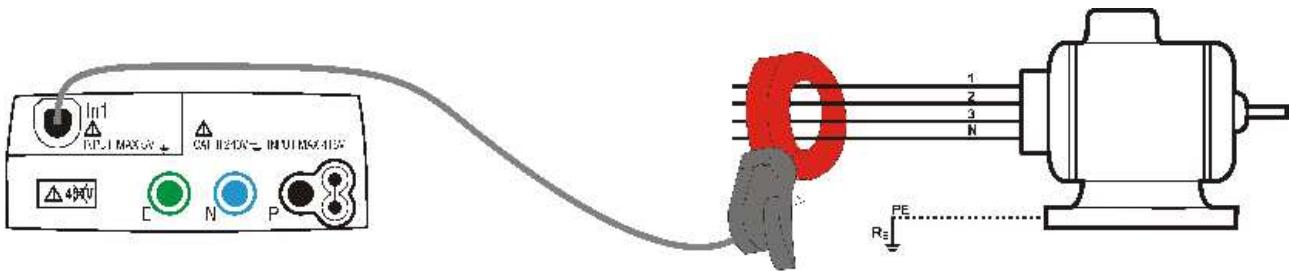
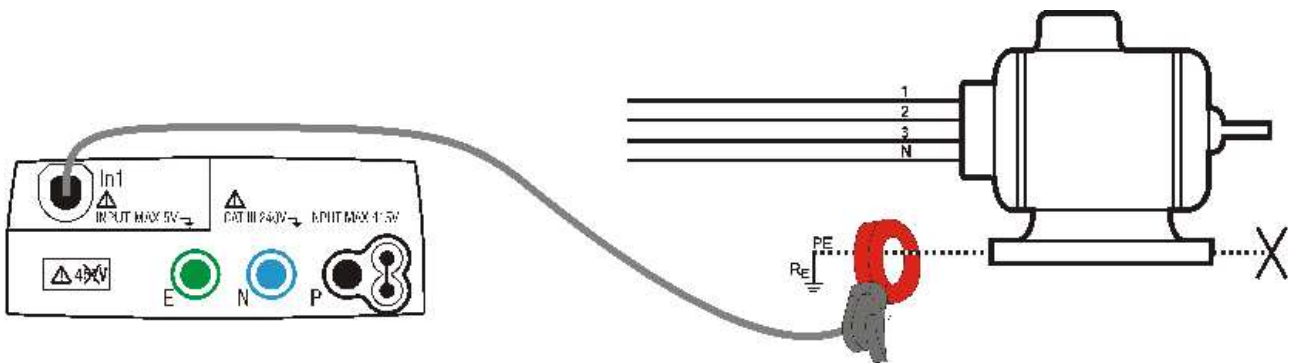

Abb. 30: Indirekte Messung indirekten Leckstroms in einer dreiphasigen Installation
Abb. 31: Direkte Messung eines Leckstroms in einer dreiphasigen Installation
- Zur indirekten Messung des Leckstroms schließen Sie die externe Stromzange entsprechend Abb. 30 an. Zur direkten Messung des Leckstroms schließen Sie die externe Stromzange entsprechend Abb. 31 an und trennen alle möglicherweise vorhandenen zusätzlichen Erdungen, welche die Testergebnisse beeinflussen können